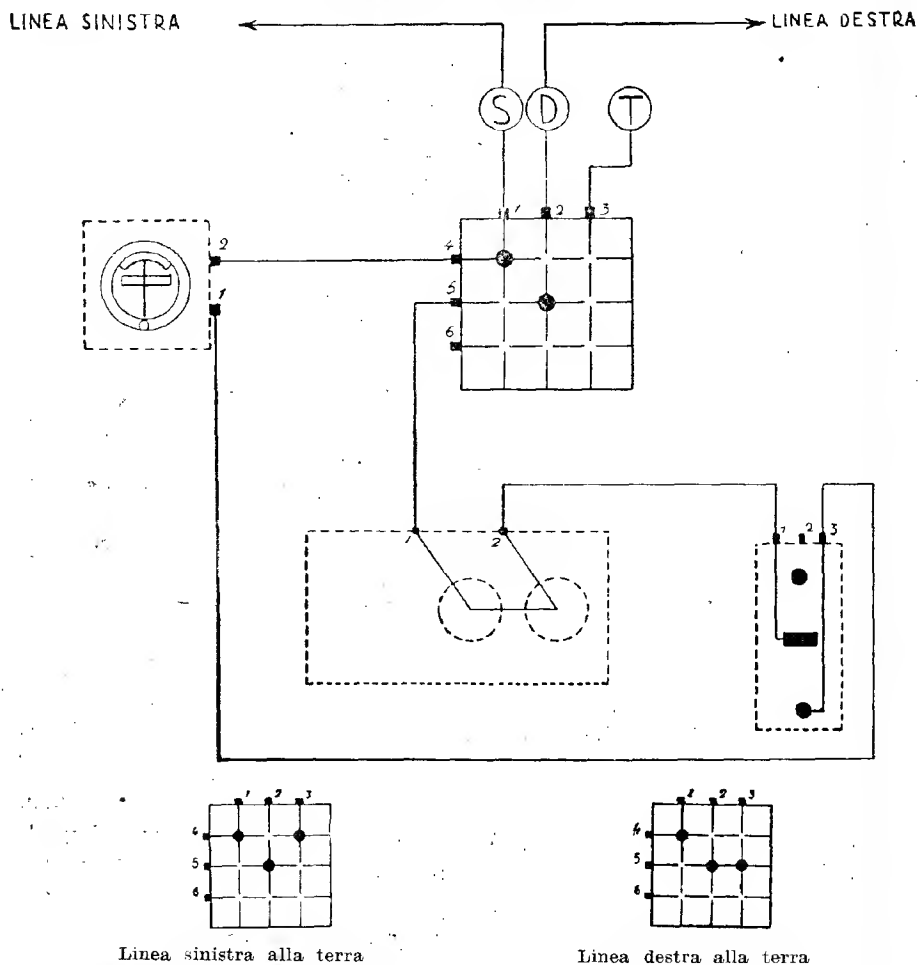

Fig. 44 — Ufficio Intermedio a Corrente Continua (senza Pila)
- 2°) Intermedio senza Pila (Fig. 44 e Fig. 46